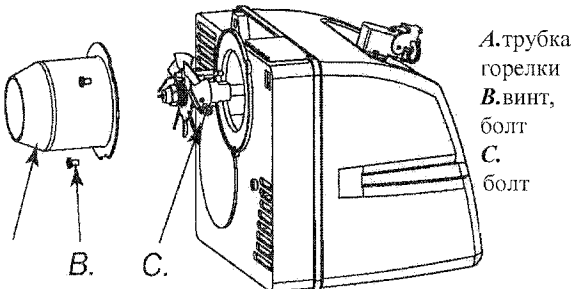

Рисунок 12 – Демонтаж горелки.
- Выкрутить винт (C на Рис. 12) крепящий горелку (Q на Рис. 4) к камере сжигания.
- Выкрутить три винта (B на Рис. 12) крепящие трубку горелки (A на Рис. 12).